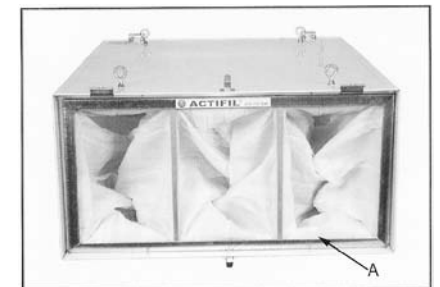

Рис. 6
**Внутренний фильтр** (А, Рис. 6) можно вытянуть из устройства.